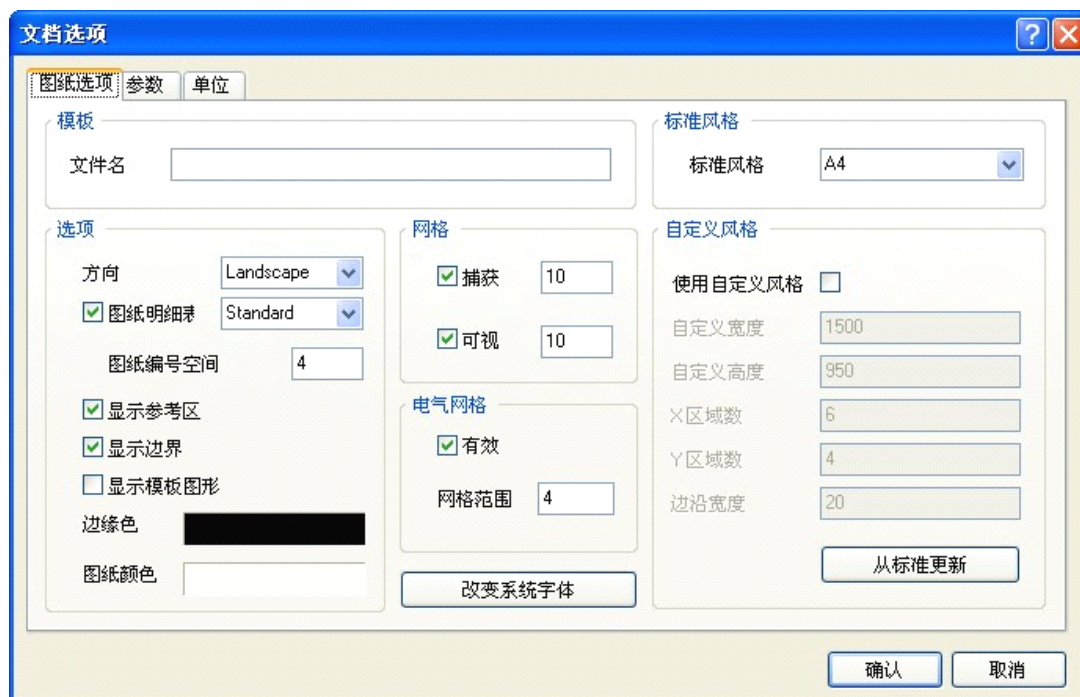

图 2-5-3 原理图图纸参数设置
单击【设计】/【文档选项】菜单命令：或右击工作区，选择【选项】/【文档选项】快捷菜单命令。即可进入如图 2-5-3 所示的原理图图纸设置对话框。
系统字体指图纸中插入的汉字或英文的字体。系统默认的字体为 Times New Roman、常规、10 号字。单击图 2-5-3 中【改变系统字体】按钮，弹出【字体】对话框，如图 2-5-7 所示，可设置系统中文本的字体、字形、大小、颜色及效果等。
(1) 可在如图 2-5-3 所示的原理图图纸设置对话框中,对各种格点进行参数的设置。各种格点的系统默认值如图 2-5-8 所示。